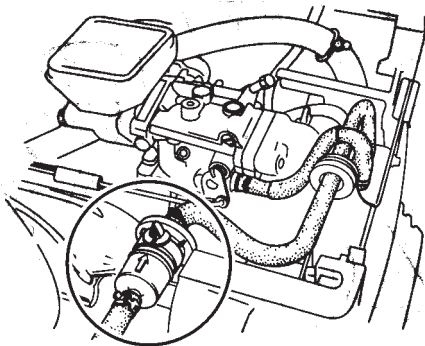

Figure 14. Filtre à carburant Honda
1. Remplacer le filtre à carburant du moteur (figure 14) toutes les 200 heures.